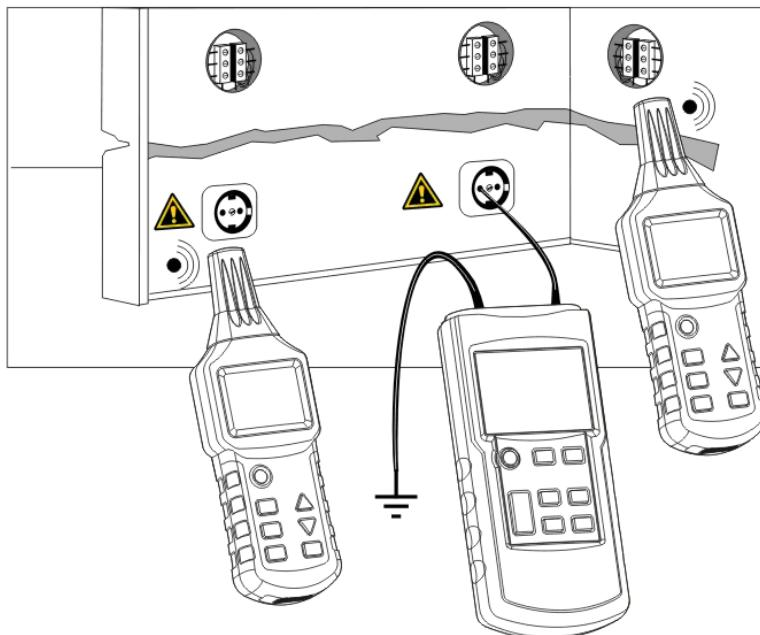

Fig.10
- Conecte el transmisor a la fase y al cable de tierra de protección según la Fig. 10.